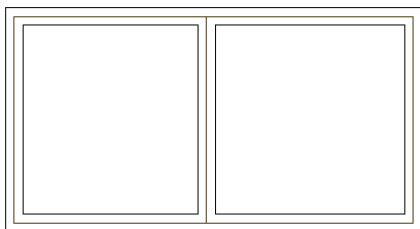

图 3-52 基线对齐
6) 按〈Enter〉键, 完成基线对齐操作, 结果如图 3-52 所示。